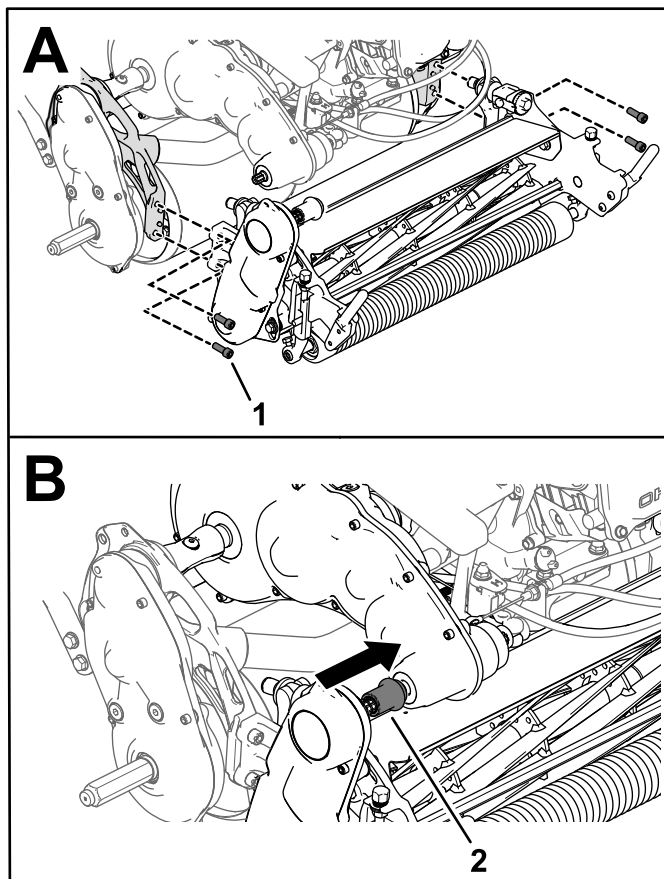

Figura 48
3. Usate le 4 viti a esagono incassato per fissare l'apparato di taglio al telaio (Figura 48).
4. Fate scorrere il giunto di azionamento dell'apparato di taglio sull'albero di trasmissione della trasmissione (Figura 48).